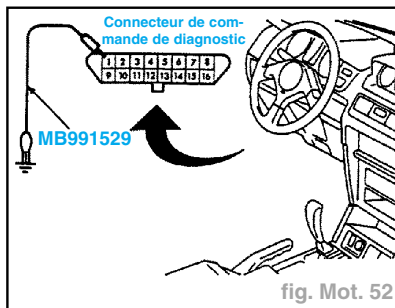

fig. Mot. 52
- mettre à la masse la borne de commande de mode d'essai de diagnostic (borne 1) du connecteur (16 broches) de commande de diagnostic (fig. Mot. 52).